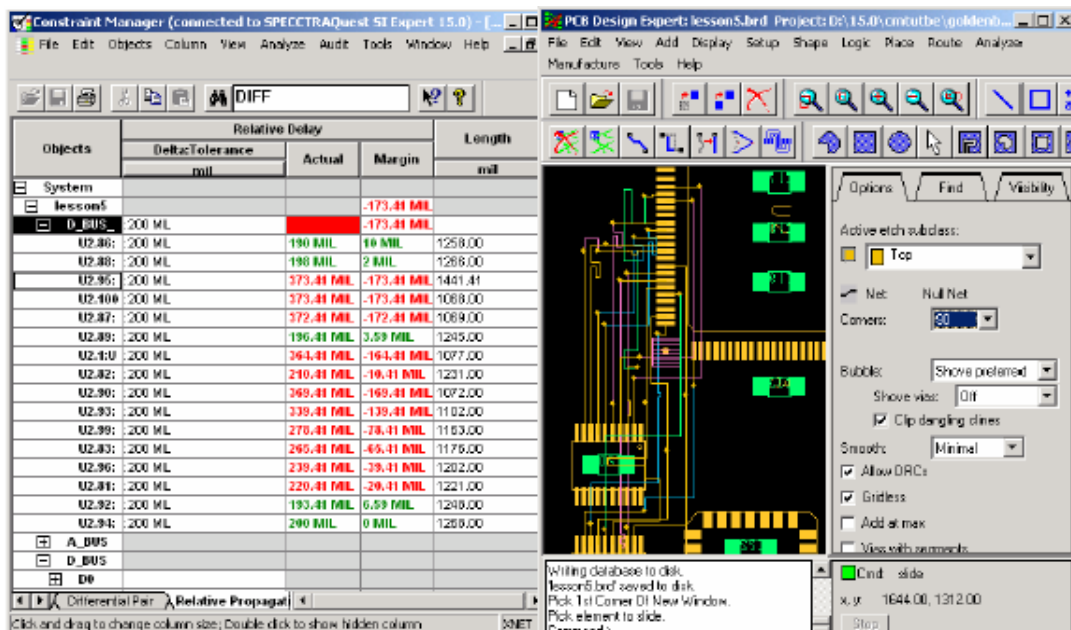

图 12-1 显示界面
7. 在约束管理器界面，右键点击 D_BUS_M1 在弹出的菜单选择【Analyze】。将界面调整成如图 12-1 所示。